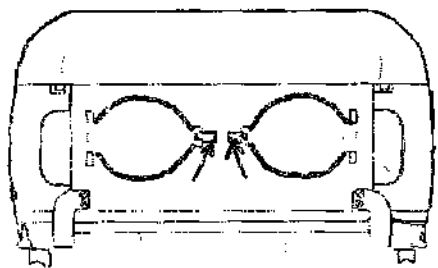

Рисунок 2.3.1 - Вид на дверцы с защелками
- нажать на ручку защелки (рисунок 2.3.1), дверца откроется;